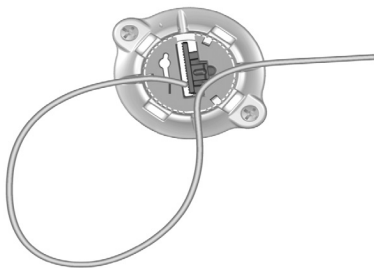

Рисунок 23. Размещение отведения для ГСМ в дополнительном отверстии для отведения
11. **Дополнительно.** Прикрепите отведение для ГСМ к дополнительному выходному отверстию для добавочной фиксации (Рисунок 23).